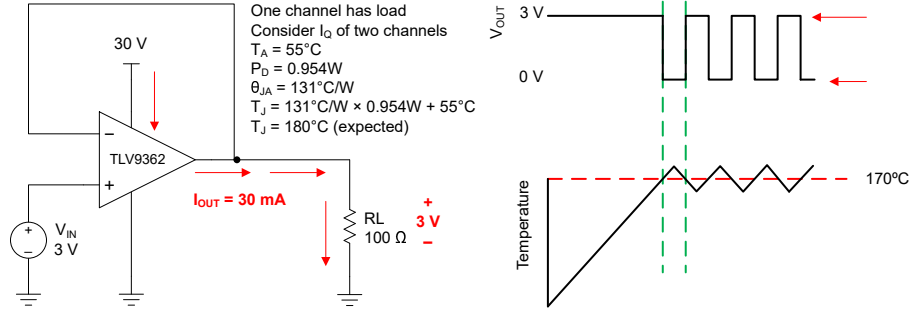

图 7-2. 过热保护
任何放大器的内部功耗都会导致内部温度 (结温) 升高。这一现象称为 *自热*。TLV936x 的绝对最大结温为 150°C。超过此温度会损坏器件。TLV936x 具有过热保护功能，可减少自热造成的损坏。该保护功能的工作原理是监视器件的温度，并在温度超过 170°C 时关闭运算放大器输出驱动。图 7-2 展示了 TLV9362 的应用示例，该器件因为其功耗 (0.954W) 会产生显著的自热。在此示例中，两个通道都具有静态功耗，而其中一个通道具有很大的负载。热计算表明，当环境温度为 55°C 时，器件结温达到 180°C。不过，实际器件会关闭输出驱动来恢复到安全的结温。图 7-2 显示了电路在过热保护期间的行为。在正常工作期间，器件充当缓冲器，因此输出为 3V。当自热导致器件结温升高超过内部限制时，过热保护强制输出进入高阻抗状态，并通过电阻  $R_L$  将输出拉至接地。如果依旧存在导致过大功耗的状况，放大器将在关断和启用状态之间振荡，直到输出故障得到纠正。请注意，热性能可能会因所选封装和 PCB 布局设计而有很大差异。此示例使用 SOIC (8) 封装的热性能。